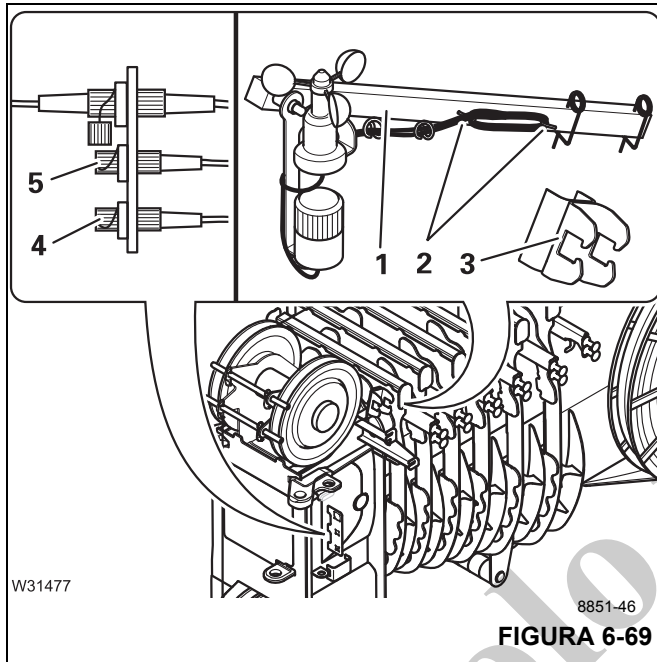

FIGURA 6-69
- Retire el enchufe y tape los receptáculos (4, Figura 6-69) and (5) con las tapas protectoras.
- Enrolle los cables en los sujetadores (2).
- Retire la varilla (1) del sujetador (3).
- Para el transporte, fije los pasadores de retención en la varilla (1).